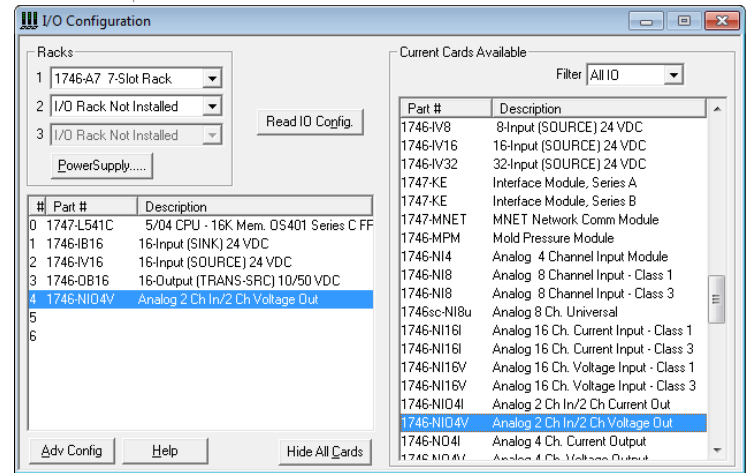

Figura 6. Cambio de rack y configuración de módulos de I/O
1.- En RSLogix 500, cambie el *chassis* del controlador de 4 slots, por un *chassis* de 7 slots. Adicionalmente configure los módulos de entrada y salida como se muestra en la Figura 6.